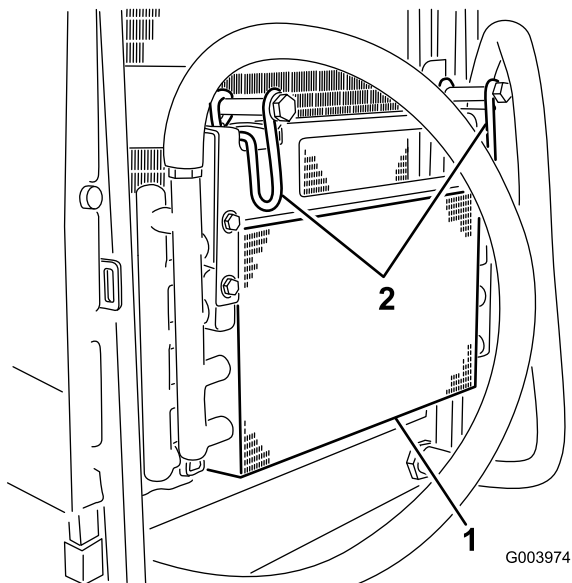

Figure 69
5. Pivotez les attaches vers l'intérieur pour dégager le refroidisseur d'huile (Figure 69).